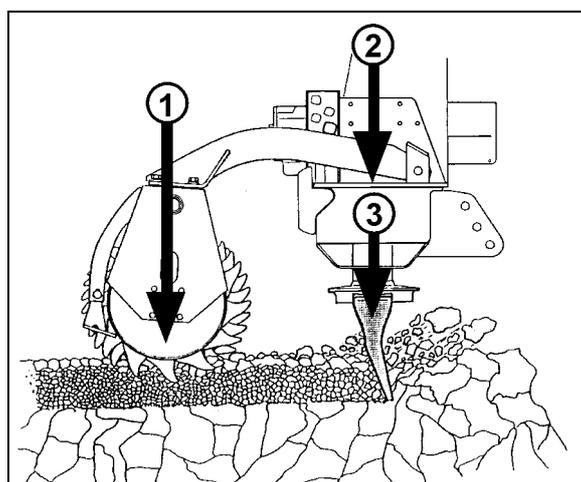

Fig. 9
- Le poids de la masse du rouleau (Fig. 9/1).
- Le poids de la masse de l'outil de préparation du sol (Fig. 9/2).
- La force (Fig. 9/3) avec laquelle les dents s'efforcent de tirer le Cultimix dans le sol.